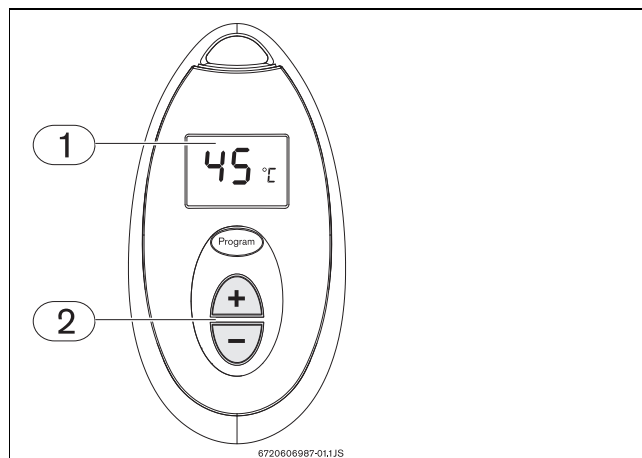

Fig. 22 Regulación de la temperatura
- Presione las teclas  o  del mando a distancia (Fig. 22, pos. 2) hasta que figure la temperatura deseada en la pantalla del mando a distancia (Fig. 22, pos. 1).